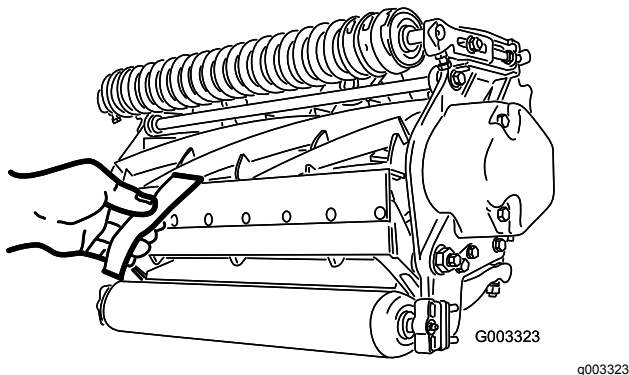

Figura 10
2. Teste o desempenho de corte inserindo uma fita comprida de desempenho de corte (Número de peça Toro 125-5610) entre o cilindro e lâmina de corte, perpendicular à lâmina de corte (Figura 10). Lentamente rode o cilindro para a frente; deve cortar o papel.